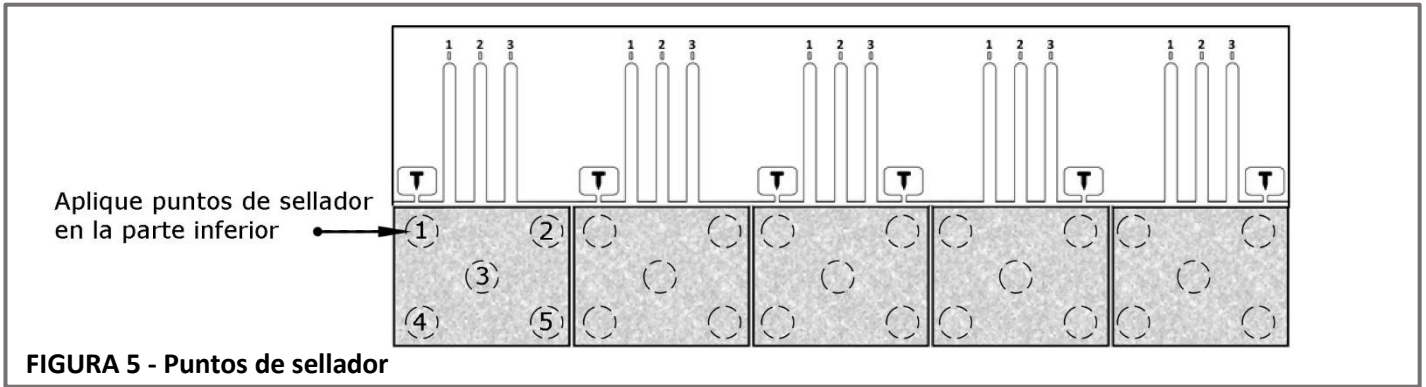

FIGURA 5 - Puntos de sellador
- Aplique cinco puntos de **1" (25mm)** de diámetro detrás de cada pestaña (25 puntos por teja completa). Vea la **Figura 5**.